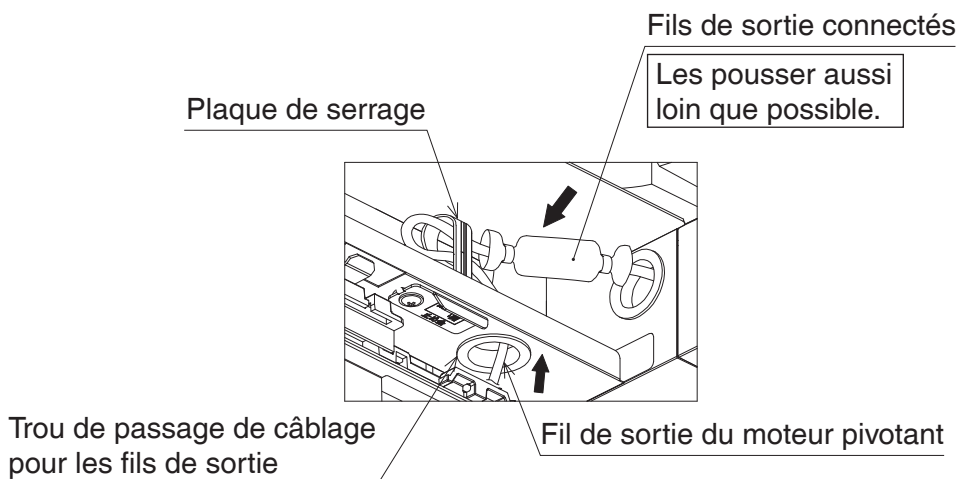

Figure 21
6. Après avoir fait passer les fils de sortie du moteur oscillant par le trou de passage des fils de sortie (Reportez-vous à la **Figure 21**), faites passer le fil de sortie du moteur oscillant par le tube en verre (grand) (4).
8. Poussez les fils de sortie du moteur oscillant et du capteur dans la position indiquée à la **Figure 21** et fixez-les avec une plaque de serrage. (Reportez-vous à la **Figure 21**.)